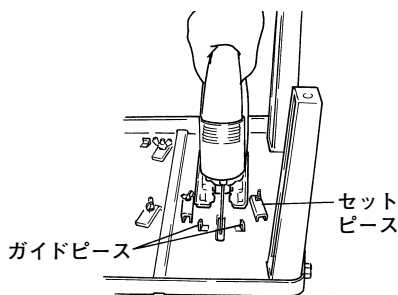

図 19
(3) FCJ55SA, FCJ55VA2, FCJ65V2, FCJ55, FCJ55VA, FCJ65V, FJ50SB, FJ50VA, FCJ55Vはテーブルのガイドピース(テーブルの突起部)とジグソーのベースの長穴を合わせ取付けます。(図19)